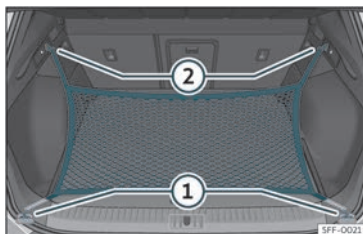

Fig. 113 Nel bagagliaio: occhielli ① e ganci ② per il fissaggio della borsa rete.
- Fissare i ganci corti della rete agli occhielli di ancoraggio»» fig. 113 ① »» ⚠. La cerniera della tasca dev'essere rivolta verso l'alto.
- Fissare le cinghie nei ganci per appendere borse ②